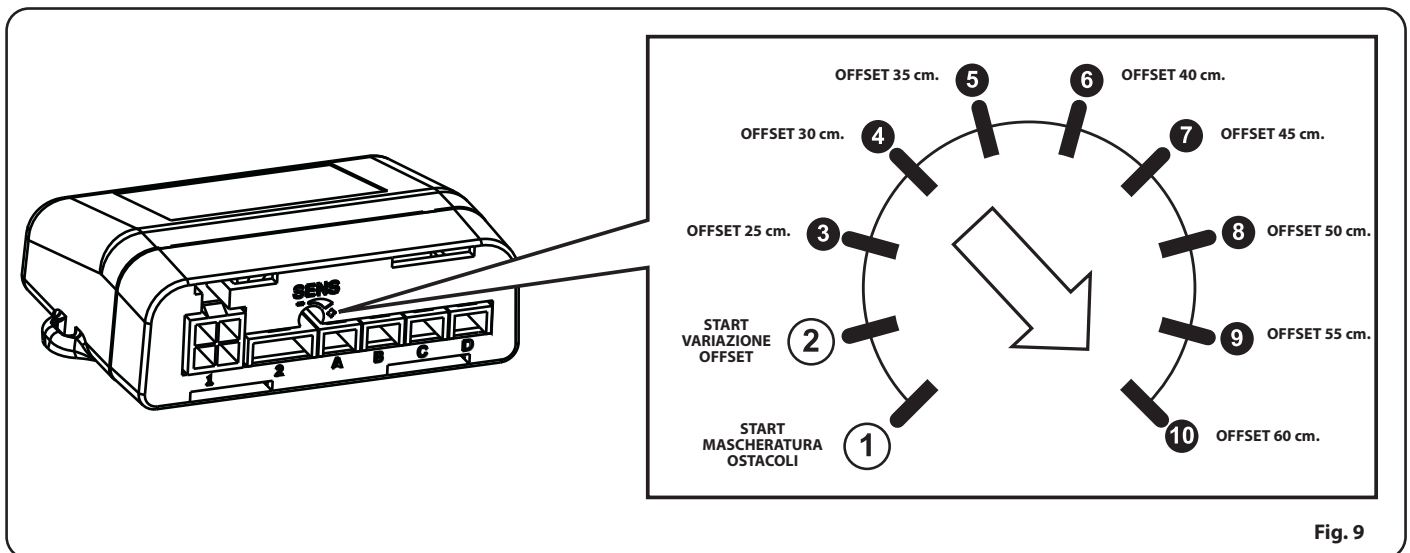

Fig. 9
**NB:** Prima di avviare la procedura decidere quale OFFSET si vuole memorizzare identificando in Fig.9 a quale posizione del trimmer corrisponde (es. 45cm= Pos.7).